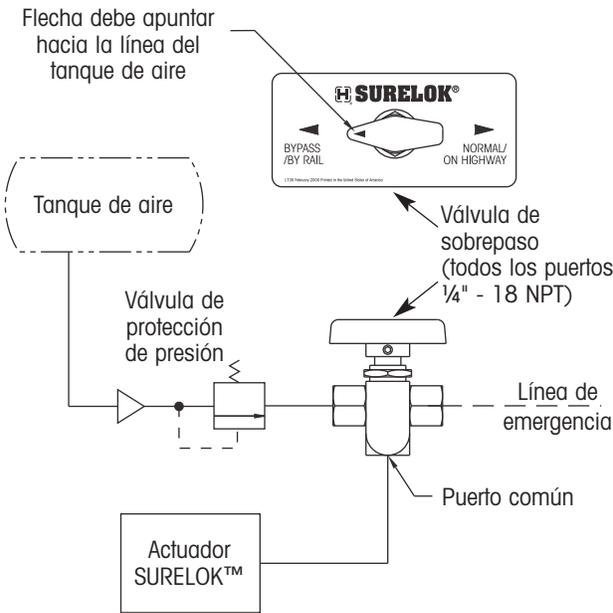

Figura 98. Diagrama neumático de la válvula de sobrepaso manual
**Válvula de sobrepaso manual** — Adicionalmente a la operación estándar del SURELOK descrita arriba, este kit de aire permite al SURELOK ser completamente desactivado, esencialmente desconectándolo del sistema de frenos de estacionamiento del remolque (figura 98). Esta operación de sobrepaso es completada girando manualmente la válvula de control de la posición normal a la posición de sobrepaso. Con el SURELOK desactivado, la suspensión puede ser desfogada en los topes internos de las cámaras de aire usando una válvula manual de desfogue de la suspensión de aire adicional o instalada anteriormente. Una válvula de sobrepaso es requerida cuando el SURELOK es instalado en los remolques con una capacidad de desfogue manual de la suspensión de aire. En estos remolques, desfogar la suspensión de aire es un proceso de dos pasos; primero el SURELOK debe ser desactivado, después la suspensión de aire puede ser desfogada con la válvula de desfogue manual. Este kit de aire también es requerido para aplicaciones de remolque sobre plataformas planas (TOFC).